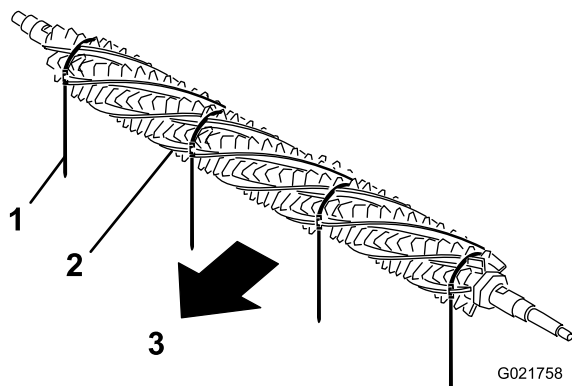

Bild 18
1. Schieben Sie von einer Seite der Groomerspindel eine Bürste in jede Rille um die ganze Länge der Groomerspindel (Bild 18).